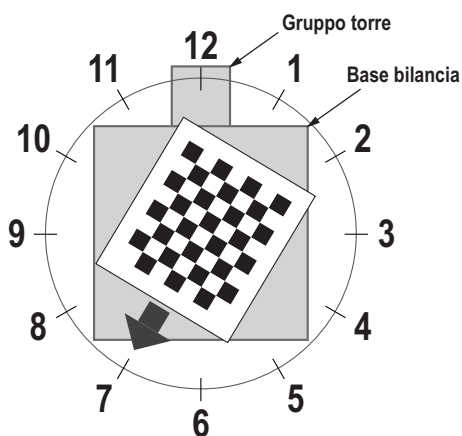

Figura 5-10. Rotazione a ore 7
11. Allineare l'oggetto di calibrazione in modo che i crocini siano centrati. Ruotare l'oggetto di calibrazione in posizione ore 7 con il gruppo torre in posizione ore 12 (Figura 5-10).